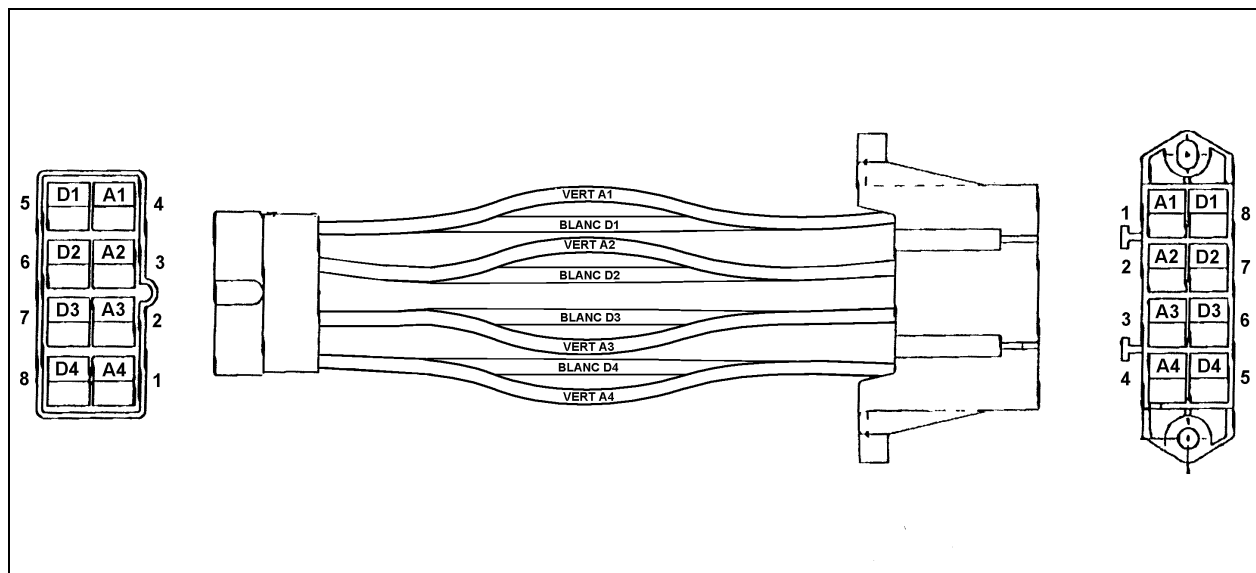

FIGURE 2: POSITIONNEMENT DES CONNECTEURS
3. S'assurer que le câblage des blocs-fusibles est conforme à la figure 2.